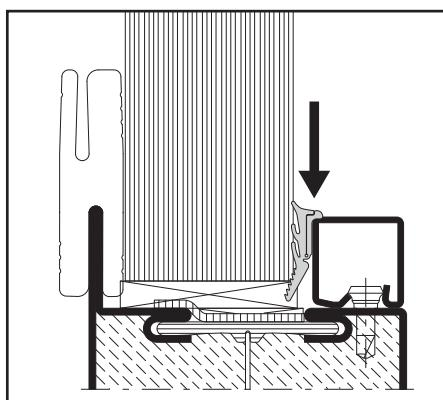

Abb. 26 / Fig. 26 / Fig. 26
- Keildichtungen glasleistenseitig mit leichtem Übermass in 45°-Gehrung zuschneiden und eindrücken (Abb. 26)
- Découper les joints à bourrer coté parcloses d'onglet à 45° avec une légère surlongueur et les enfoncer (fig. 26)